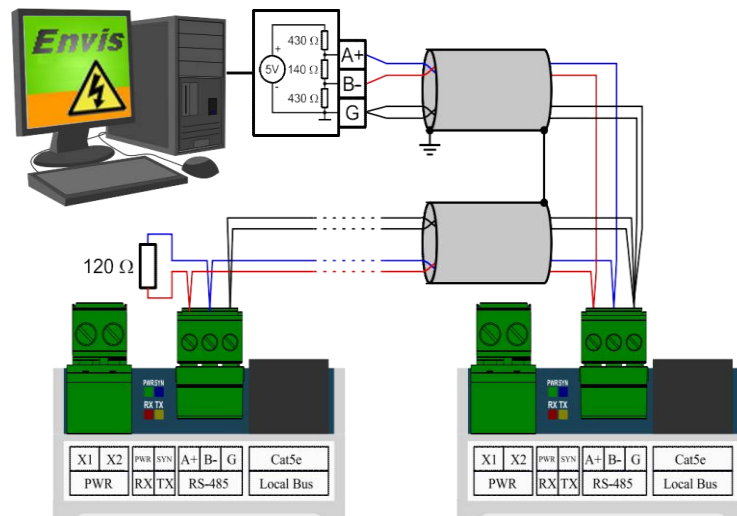

Abbildung 4: Verbinden von Geräten des Typs MMU 3 über RS-485-Kommunikationsleitungen
**RS-485** Diese Schnittstelle wird üblicherweise verwendet, um aktuelle Werte, archivierte Datensätze und Geräteeinstellungen im Fernzugriff auszulesen. Die serielle RS-485-Leitung verwendet die Signalanschlüsse A+, B- und G auf den durch RS-485 beschriebenen Anschlüssen (Abb. 4). Die Enden der Kommunikationsleitung müssen mit dem spezifizierten Widerstand abgeschlossen werden. Bei gängigen Anwendungen (Kabellänge bis 100 Meter, Kommunikationsgeschwindigkeit bis 9600 Bd) ist die Auswahl des Kabeltyps unkritisch. Es ist möglich, praktisch ein beliebiges abgeschirmtes Kabel mit zwei Adernpaaren zu verwenden und die Abschirmung an einem einzigen Punkt mit dem Schutzleiter (PE) zu verbinden. Bei Kabellängen von mehr als 100 m oder bei höherer Kommunikationsgeschwindigkeit (ca. 20 kbit/s) empfiehlt es sich, ein abgeschirmtes Kommunikationskabel mit verdrehten Adernpaaren (sog. „Twisted Pairs“) zu verwenden, das einen definierten Widerstand hat (üblicherweise ca. 100  $\Omega$ ). Dabei werden die Signale A und B über ein Adernpaar geführt, das Signal G durch das andere Adernpaar. Die RS-485-Schnittstelle erfordert eine Terminierung der Endknoten durch Abschlusswiderstände, insbesondere bei höheren Kommunikationsgeschwindigkeiten und größeren Entfernungen. Abschlusswiderstände werden nur an den Endpunkten der Leitung installiert (z. B. einer am PC und einer an dem am weitesten entfernten Gerät). Sie werden zwischen den Klemmen A und B angeschlossen. Ein typischer Wert des Abschlusswiderstands ist 120  $\Omega$ .